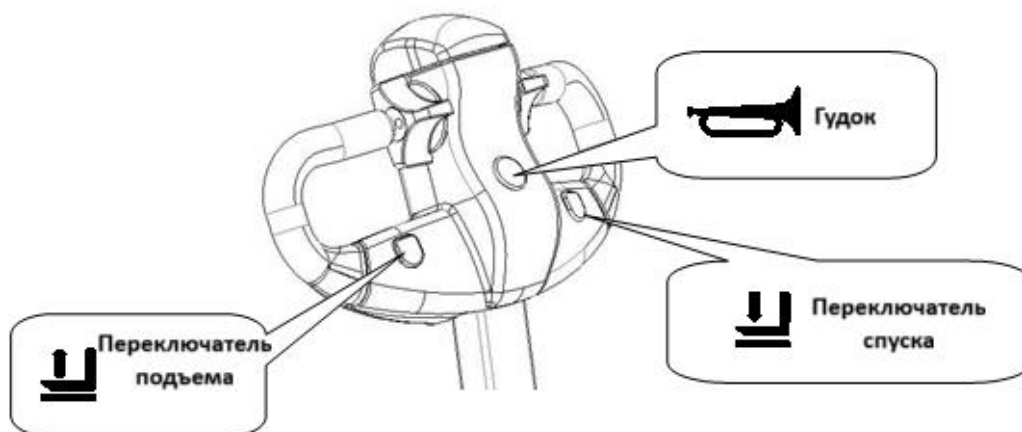

Рис. 9
**Переключатель подъема, переключатель опускания, гудок.** См. рисунок 9.